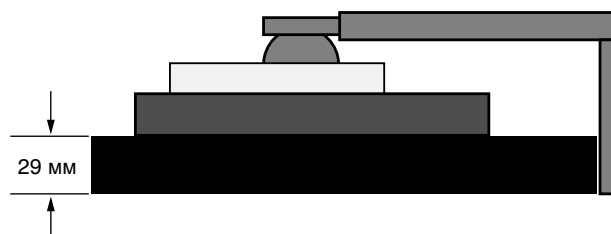

Рисунок S.1
3. Положите монитор экраном вниз на неабразивную поверхность. (Поместите экран на 29-мм платформу так, чтобы подставка была параллельна поверхности платформы) (**Рисунок S.1**).